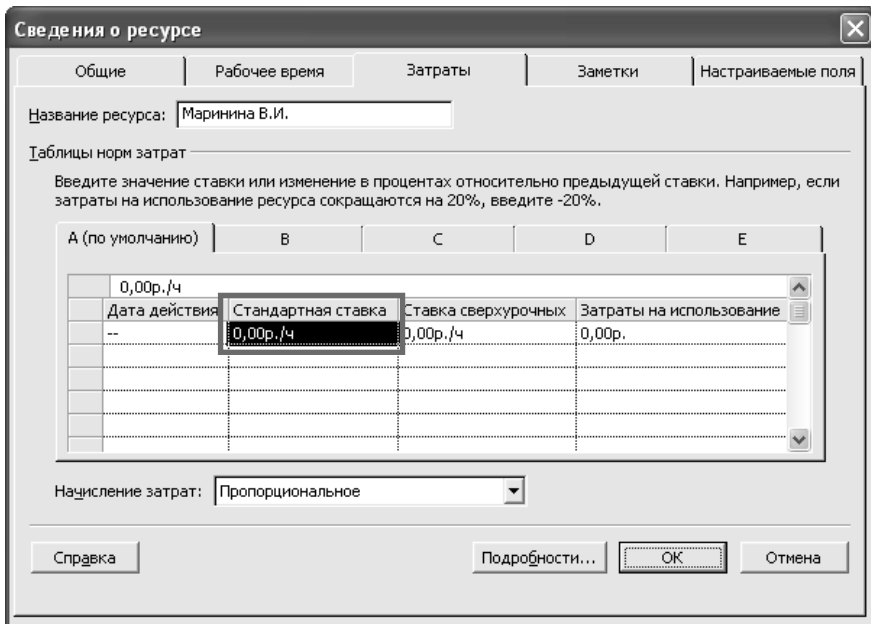

Рис. 25. Встановлення норм витрат ресурсів
4. У вікні **Відомості про ресурс** перейдіть на закладку **Витрати**. (рис. 25).